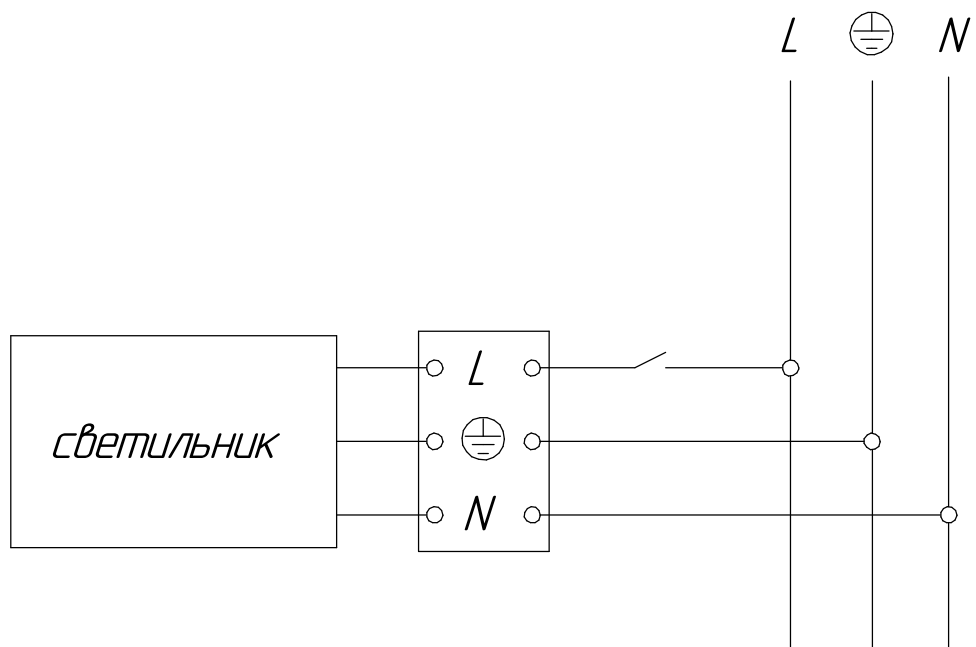

Рисунок 4 - Схема подключения светильника к сети.
5.5 Подключите светильник к электрической сети согласно схеме, приведённой на рис. 4, 5.
Рисунок 4а - Схема подключения светильника со встроенным микроволновым датчиком к сети.